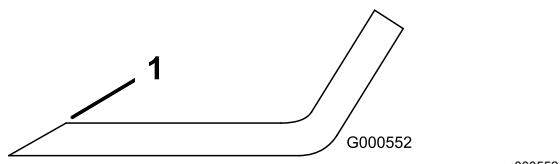

Bild 44
**Hinweis:** Feilen Sie, wenn das Schnittmesser nicht ausgewuchtet ist, vom Flügelbereich des Messers etwas Metall ab (Bild 44).